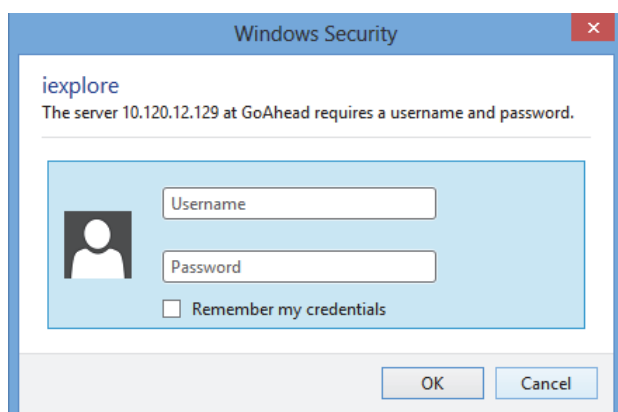

figure 37.7: Fenêtre d'ouverture de session
- 4 Cliquez sur le bouton *Continue* pour accéder à l'interface Web. Un écran semblable à celui illustré à la figure 37.7 apparaît.